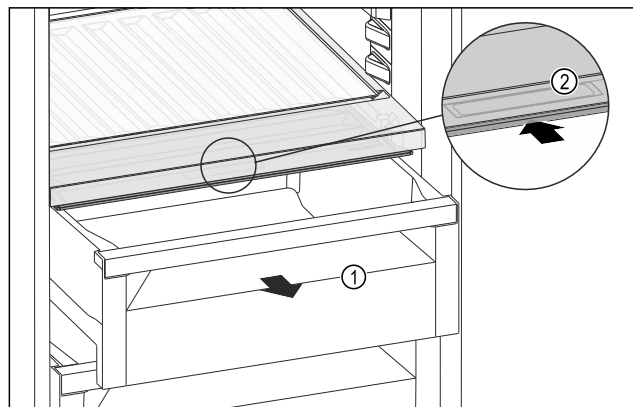

Fig. 215
- ▶ Zásuvku Fig. 215 (1) vytáhněte.
- ▶ Uchopte prohlubeň pro rukojeť Fig. 215 (2) na víku zásuvky a současně zasuněte víko zásuvky směrem dozadu.